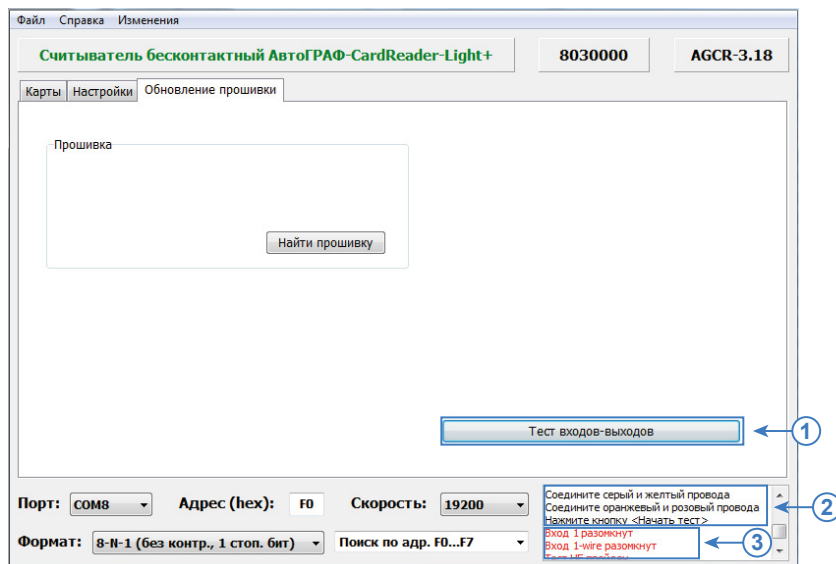

Рис.16. Диагностика входов и выходов считывателя.
- Перейти на вкладку «Обновление прошивки» и нажать кнопку «Тест входов-выходов» (Рис.16, п.1).
- Выполнить действия согласно инструкции, которая появится в окне состояния (Рис.16, п.2):
- Нажать кнопку «Начать тест». Программа выполнит проверку входов и выходов и в случае неисправности отобразит ошибки в окне состояния (Рис.16, п.3).